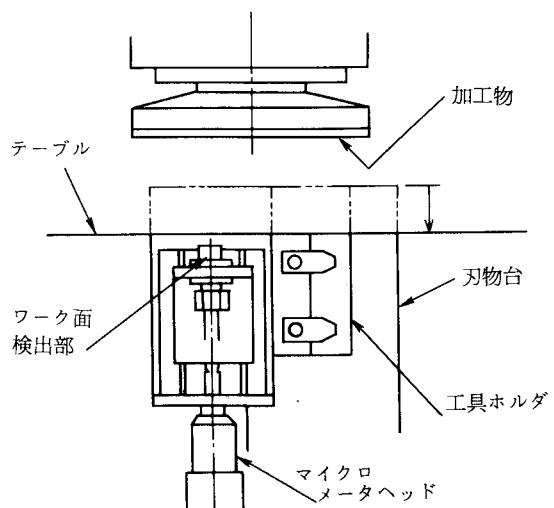

図1-4 刃物台などの位置関係
- (1) 刃物台を原点に戻す。
- ① 刃物台戻りボタン⑧を押し、リミットスイッチによって自動的に停止する位置まで刃物台を戻す(図1-4)。